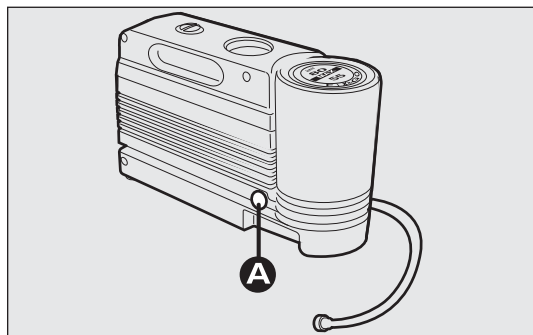

fig. 172
- ☐ presione el botón A-fig. 172 para soltar el recambio;